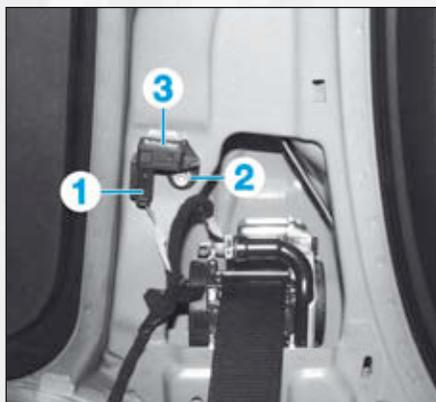

FIG.9
- Débrancher le connecteur (1) (Fig.9).
- la vis (2),
- le capteur (3).